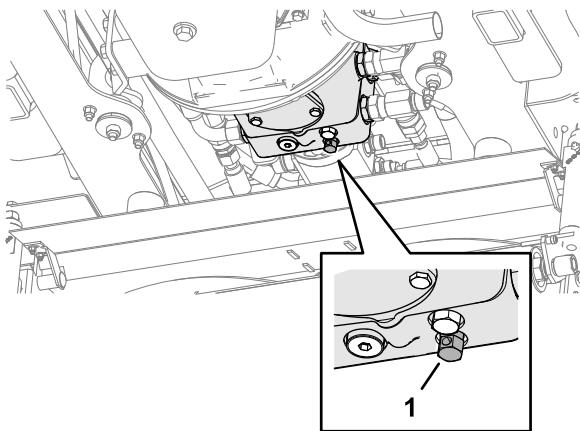

Figura 44
2. Sopra all'apparato di taglio centrale, chiudete la valvola di bypass della pompa di trasmissione ruotandola in senso orario (Figura 44).